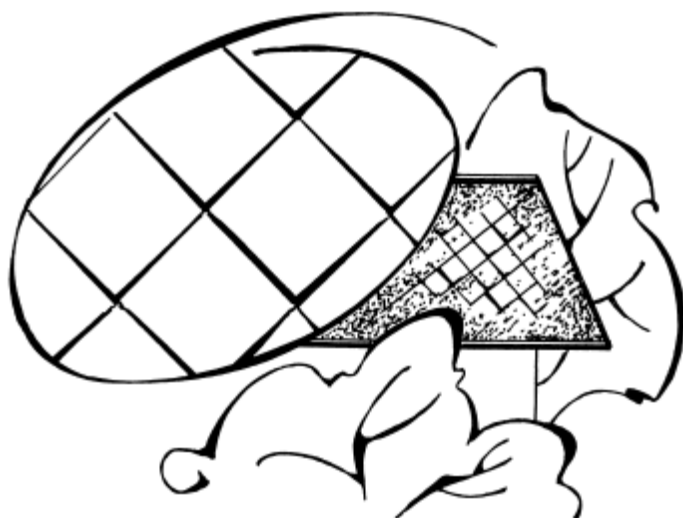

Рис. 38. Остроугольная кладка
- декоративной кладки остроугольными плитками. Она может быть выполнена из элементов с разным скосом углов (рис. 38);